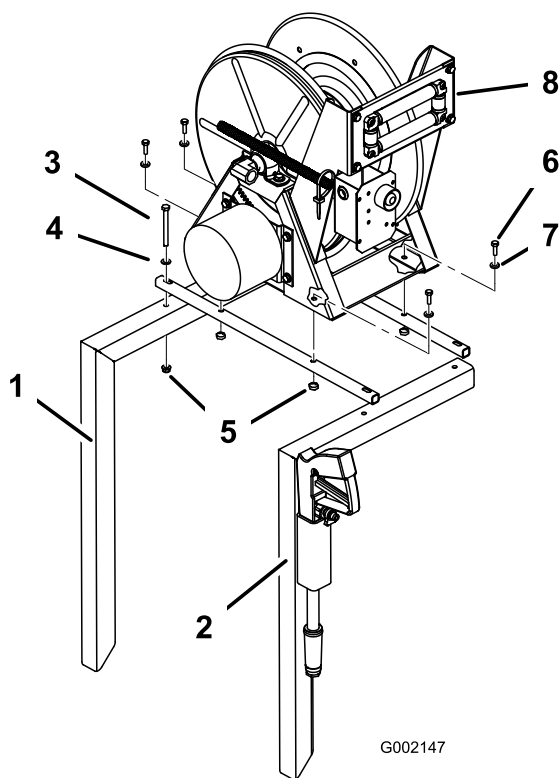

Figur 4
4. Støtteanordningerne skal vikles omkring tankens bagende (Figur 4).